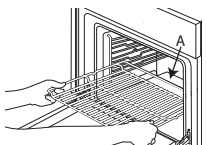

Рис. 1.
1. Вставте решітку горизонтально, піднявши частину А вгору (рис. 1).